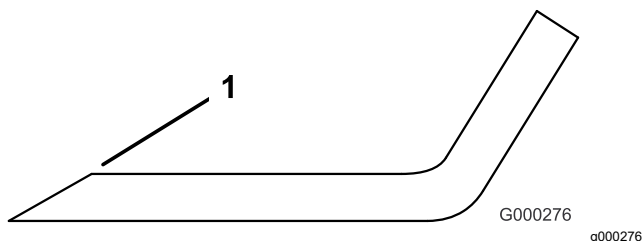

Figure 91
3. Examinez les tranchants de toutes les lames et aiguissez-les s'ils sont émoussés ou ébréchés (**Figure 91**).
Remarque: N'aigüisez que le haut du tranchant et conservez l'angle de coupe d'origine pour obtenir une coupe nette (Figure 91). Limez la même quantité de métal sur chacun des deux tranchants pour ne pas déséquilibrer la lame.